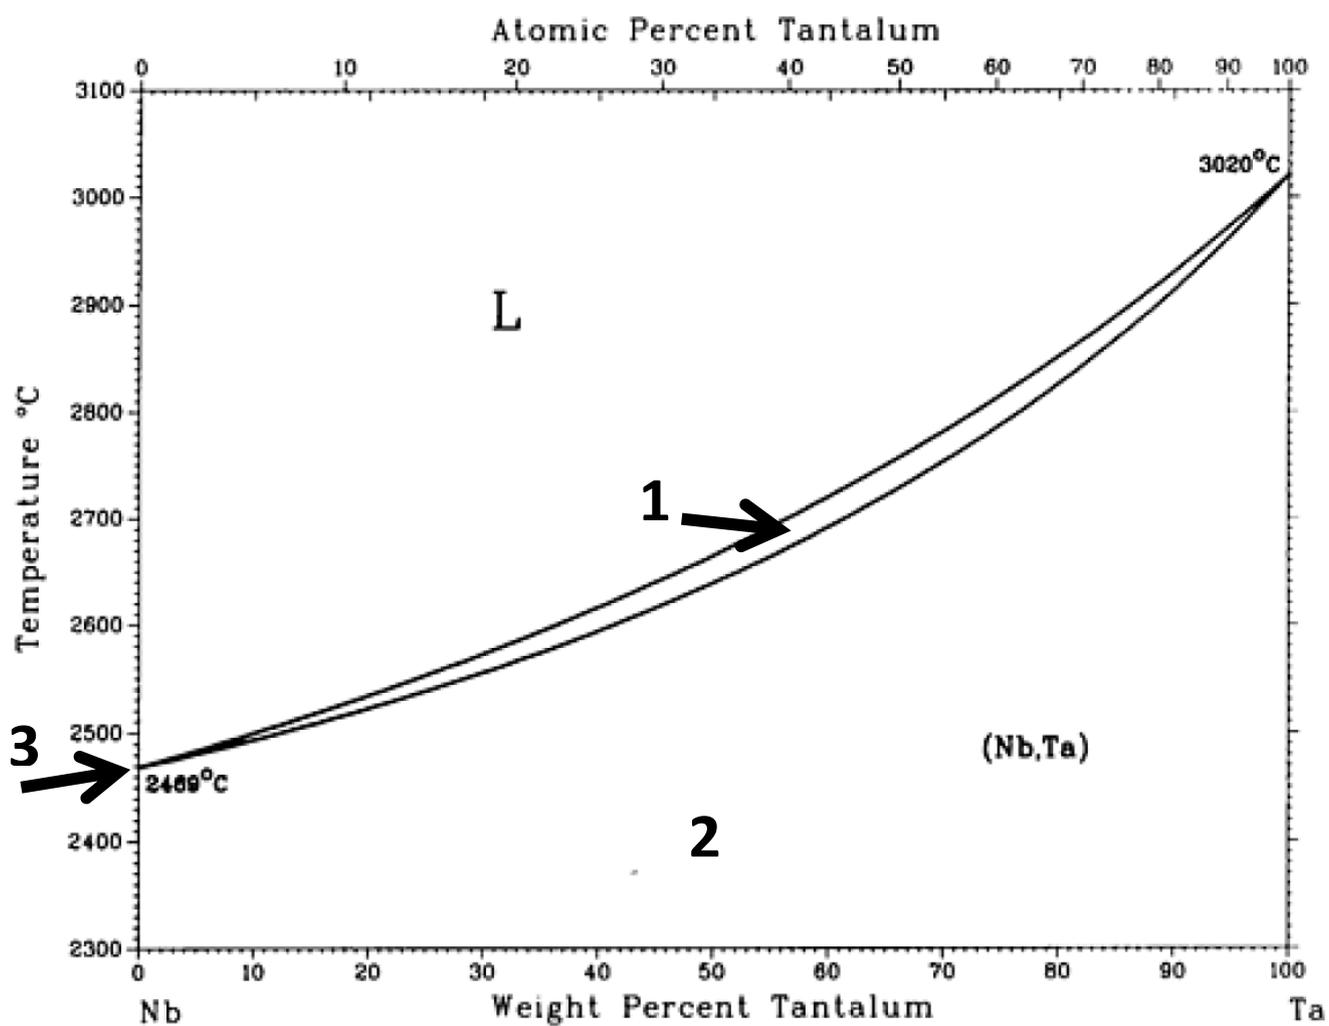

Figura 2 – Diagrama de fases do sistema Nb-Ta
- 5) Considere o diagrama Nb-Ta dado na Figura 2. (a) Aplique a regra das fases para os pontos 1, 2 e 3 indicados na figura. Qual o significado do número de graus de liberdade encontrados para cada um dos pontos? (b) Existem equilíbrios invariantes neste sistema? Discuta.